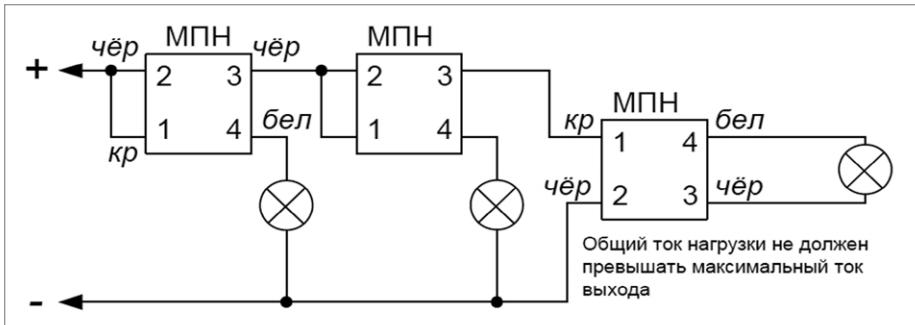

Рисунок 3.
4. Если какой-либо из выходов не используется, к его клеммам необходимо подключить модуль подключения нагрузки (МПН), белый (4) и черный (3) проводники которого нагрузить резистором (5,6...10) кОм, 0,5 Вт.
5. Несколько исполнительных устройств подключаются к одному выходу прибора по схеме, приведенной на рис. 3.